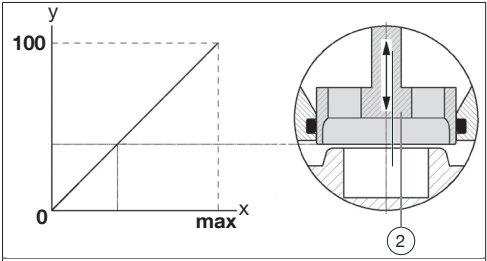

Abb. 5: Lineare Kennlinie der Reguliereinheit
(1)	Membraneinheit (Durchflussreguliereinheit)
(2)	Reguliereinheit
(3)	Sollwerteinheit (Durchflussreguliereinheit)
(4)	Messblendeneinsatz
Das kombinierte Regel- und Regulierventil „Cocon QTZ“ von Oventrop hat die Funktion eines Durchflussreglers, der den Differenzdruck ($p_1 - p_2$) durch die integrierte Membran-Einheit (1) auf einem konstanten Wert hält. Dabei werden sowohl die Reguliereinheit (2) als auch die auf einen maximalen Durchflusswert einstellbare Sollwerteinheit (3) (gemäß Handrad-Einstellung) vor externen Druckschwankungen ($p_1 - p_3$) geschützt. Diese können z.B. durch das Zu- oder Abschalten von Anlagenteilen entstehen. Das „Cocon QTZ“ kann einen Stellantrieb aufnehmen, der die Reguliereinheit (2) betätigt. Diese besitzt eine annähernd lineare Kennlinie (siehe Abb. 5). Mit Hilfe von Stellantrieben und Raumthermostaten können z.B. Raumtemperaturen geregelt werden. Der maximale Volumenstrom (Vollast) wird hierbei durch die Voreinstellung am Handrad gewählt. Der Teillastbetrieb wird durch den Stellantriehub vorgegeben. Die Ventilautorität des „QTZ“-Ventils beträgt innerhalb des wirksamen Ventilhubes 100 % ($a = 1$). Dies gilt auch für den Teillastbetrieb bei stetiger Regelung, z.B. in Kombination mit 0-10 V Stellantrieben.